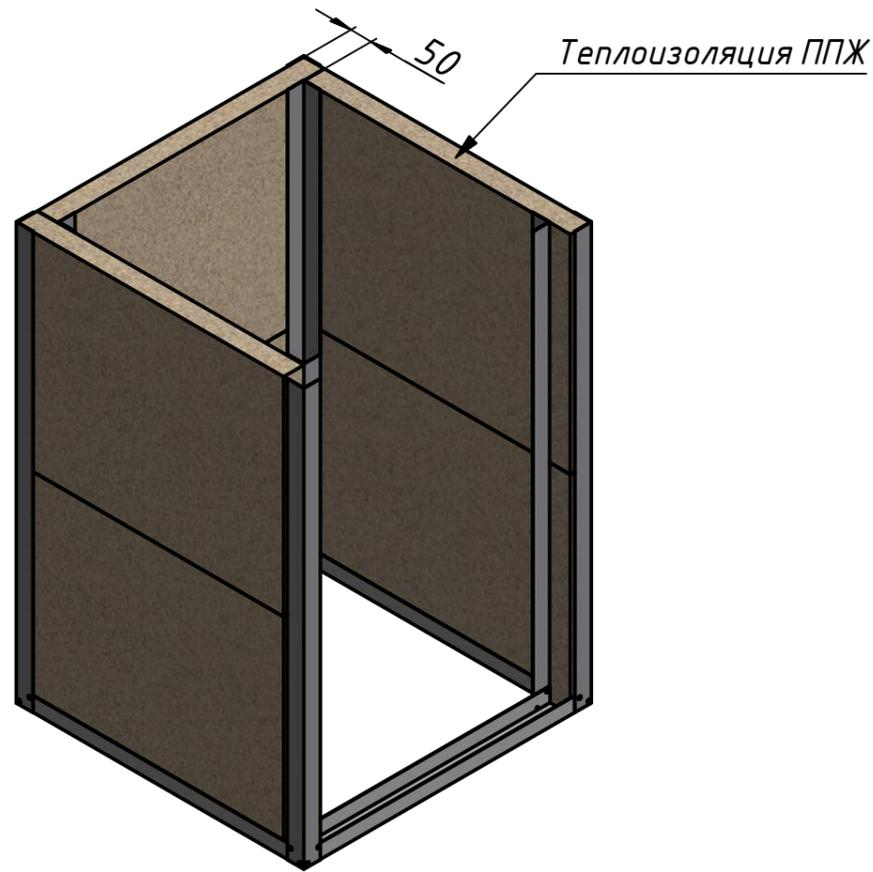

Рис.4
4.1.3. В основание каждой стороны конструкции уложить теплоизоляцию(50мм) (рис.4)